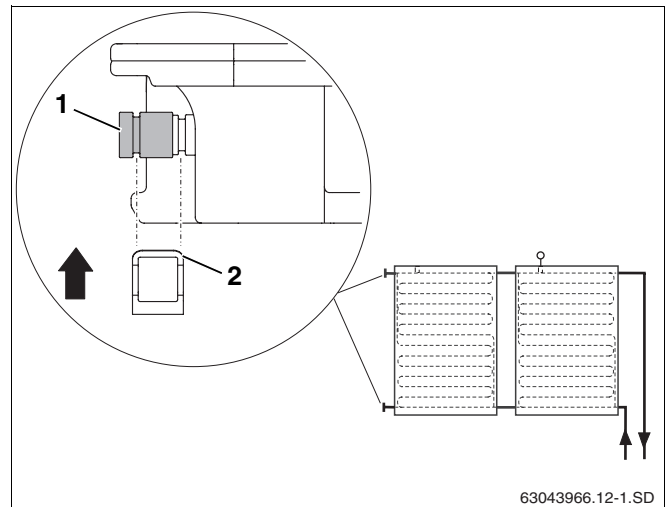

Abb. 20 Verschlusskappe mit Klammer sichern
- Verschlusskappe mit den O-Ringen (Abb. 20, **Pos. 1**) auf den Kollektoranschluss schieben.
- Klammer (Abb. 20, **Pos. 2**) zur Sicherung des Anschlusses über Verschlusskappe und Kollektoranschluss schieben.